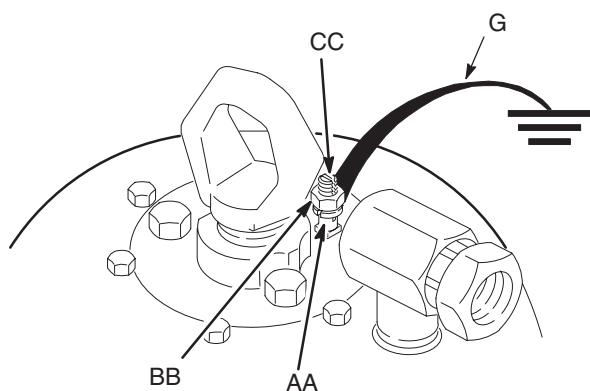

Fig. 3
- a. Desserrer l'écrou (BB) et la rondelle (AA) de la borne de terre.
- b. Introduire l'une des extrémités d'un fil de terre (G) de 1,5 mm2 minimum dans la fente de la borne (CC) et serrer à fond l'écrou. Voir Fig. 3.